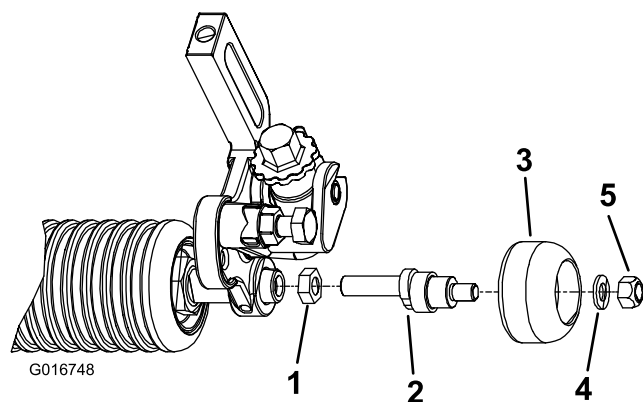

Figure 1
2. Vissez l'écrou de blocage déformable jusqu'au bout sur l'extrémité filetée la plus longue de l'arbre déporté (Figure 1). L'extrémité déformée de l'écrou de blocage se place en dernier. Ne serrez pas.
3. Appliquez du Loctite bleu sur le filetage de la longue extrémité filetée de l'arbre déporté (Figure 1).
5. Insérez le rouleau auxiliaire dans l'autre extrémité de l'arbre déporté et fixez-le en place avec une rondelle et un contre-écrou (Figure 1).